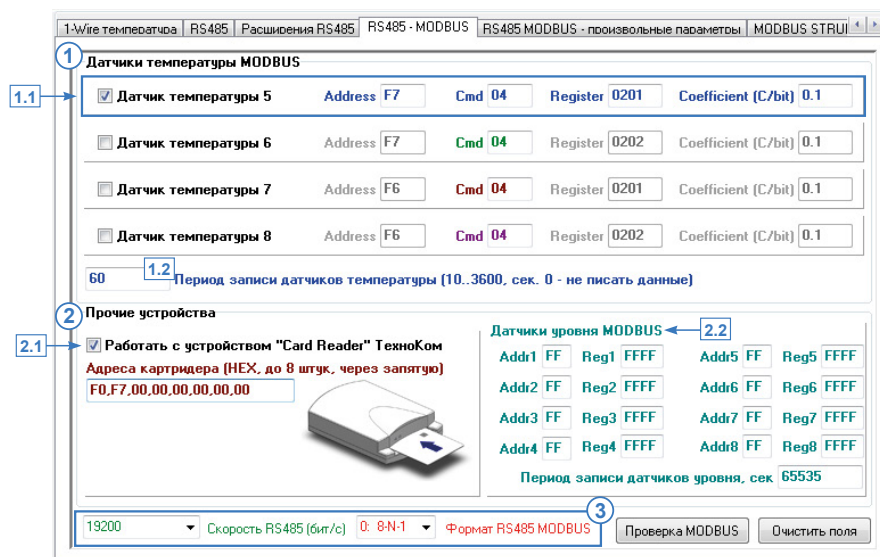

Рис.40. Вкладка «RS-485-MODBUS».
Для того чтобы разрешить работу прибора с датчиком температуры MODBUS, необходимо в конфигураторе установить галочку напротив нужного датчика, затем задать настройки этого датчика (Рис.40, п.1.1). **Address (Адрес)** – адрес контроллера на шине, к которому подключен настраиваемый датчик. По умолчанию это значение А7 для контроллеров EVCO. При подключении к прибору нескольких термодатчиков их адреса могут изменены на отличный от А7.
- **Период записи датчиков температуры (Рис.40, п.1.2)** – интервал времени, через который прибор будет записывать показания датчиков температуры. Минимальное значение периода – 10 секунд, максимальное значение – 3600 секунд, 0 – не писать данные. Этот параметр дублируется на вкладке «1-Wire температура».
подключаемого по интерфейсу RS485-MODBUS, необходимо установить галочку напротив опции «Работать с устройством «Card Reader» ООО ТехноКом» (**Рис.40, п.2.1**), затем в поле «Адрес картридера» задать адрес устройства «АвтоГРАФ-CardReader» на шине. Адреса следует задавать в формате HEX, через запятую. Возможные адреса F0-F7. Если к прибору «АвтоГРАФ» подключено одно устройство «АвтоГРАФ-CardReader», то по умолчанию его адрес – F0.
- **Датчики уровня MODBUS.** К прибору «АвтоГРАФ» по шине MODBUS одновременно может быть подключено до 8 датчиков уровня. Для подключения датчика уровня MODBUS необходимо задать адрес и другие настройки этого датчика в контроллере «АвтоГРАФ» (**Рис.40, п.2.2**):